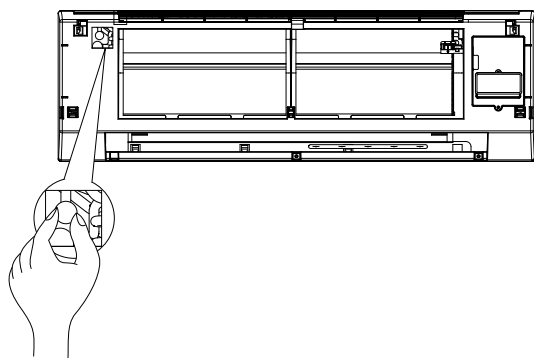

fig. 13
- Durante il primo carico dell'acqua nel Ventilconvettore assicurarsi del corretto sfiato dell'aria residua nel circuito, utilizzando l'apposita valvola posizionata come mostrato in "fig. 13".